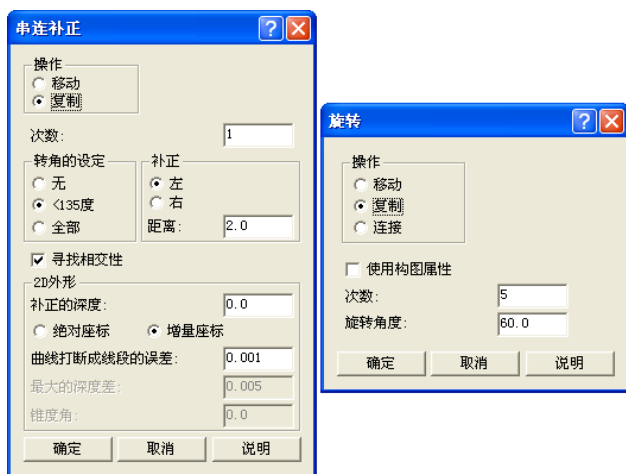

图 4-2 串联补正参数和旋转参数
7) 在“转换”菜单里，单击“串联补正”，选择刚才的椭圆图形，以“复制”方式，点选补正方向：左，距离：2.0，如图 4-2 左图所示，单击屏幕上方工具条清除颜色。
8) 作圆 $\phi 8$ ，圆心 X24.75 Y0，在“转换”菜单里，单击“旋转”，以原点为旋转中心，点选“复制”方式，次数：5，旋转角度：60.0，如图 4-2 右图所示。